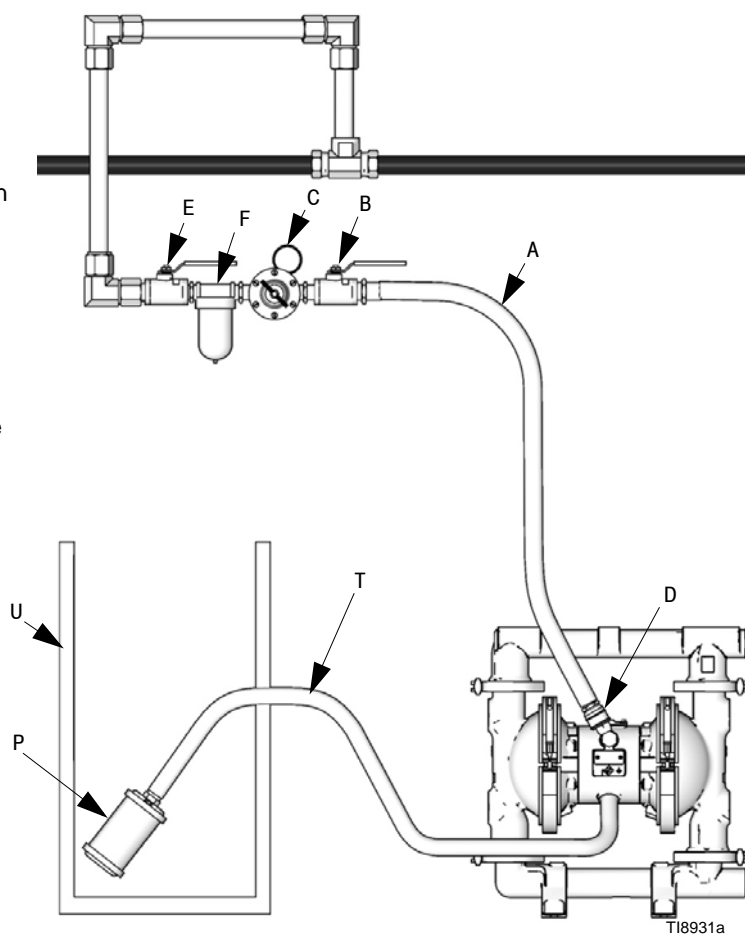

FIG. 4 Ventilación del escape de aire
Un fallo del diafragma puede provocar el bombeo del fluido hacia la salida de aire. Coloque un recipiente apropiado en el extremo de la tubería de salida de aire para recoger el fluido. Consulte la FIG. 4.
1. Desmonte el silenciador (P) de la lumbreira de escape de aire de la bomba.
2. Instale una manguera de escape de aire conectada a tierra (T) y conecte el silenciador (P) en el otro extremo de la manguera. El tamaño mínimo para la manguera de evacuación es de 19mm (3/4 pulg.) ID. Si se requiere una manguera más larga de 4,57m (15 pies), use una manguera de mayor diámetro. Evite la formación de curvas o dobleces en la manguera.
3. Coloque un contenedor (U) en el otro extremo de la tubería de escape de aire para recoger el fluido en caso de rotura del diafragma. Consulte la FIG. 4.